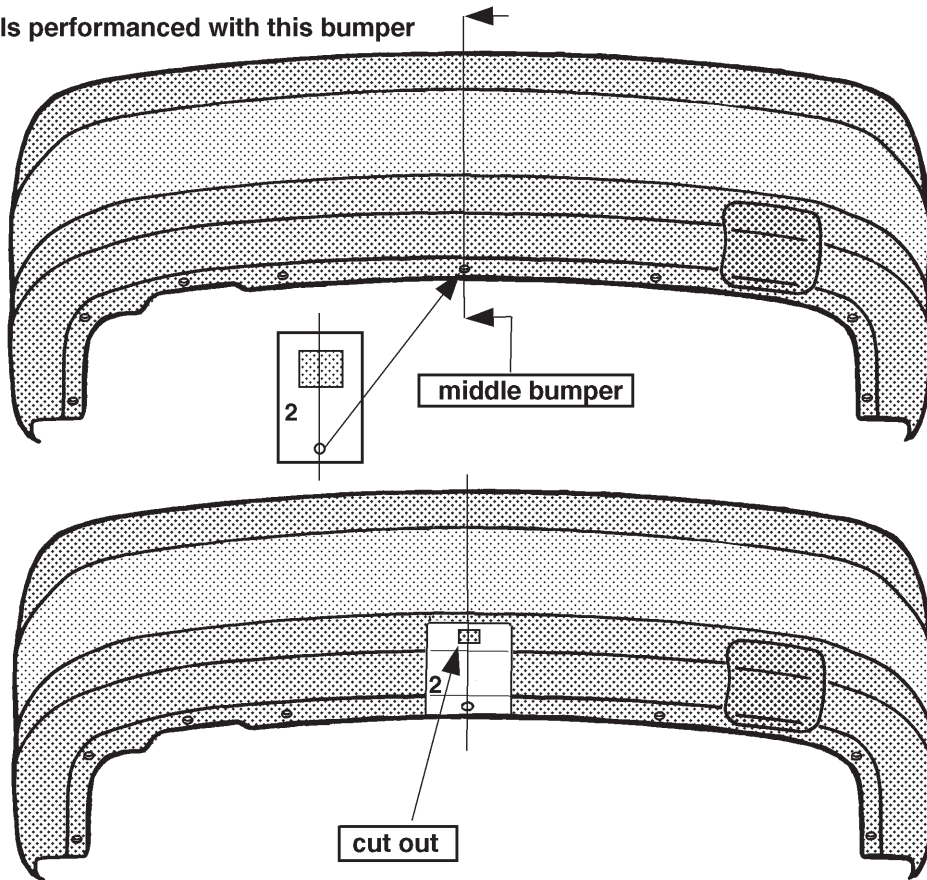

Fig. 7
- 2b. Anbring skabelonen 2 ifølge fig.7 midt på kofangerens yderside. Sav den afmærkede del af ifølge fig.7.
- 2b. Colocar la plantilla 2 de acuerdo con la fig. 7 en el centro exterior del parachoques. Serrar la parte indicada de acuerdo con la fig. 7.